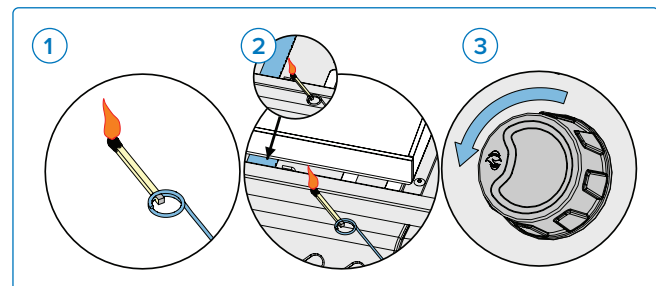

Abb. 7
3. Drehen Sie den entsprechenden Brennerknopf auf die höchste Stufe. **(Abb. 7).**